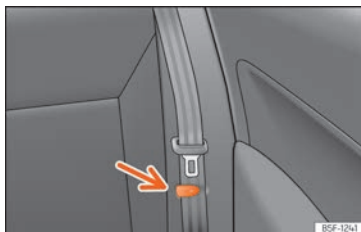

Fig.118 Banquette arrière : pince pour ceinture de sécurité.
- Placer les ceintures de sécurité latérales dans la pince du revêtement »» fig. 118.